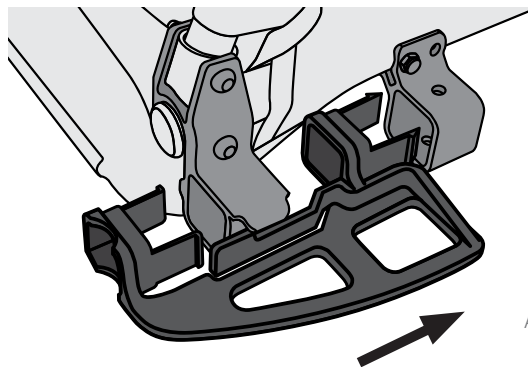

Abbildung 7
1. Die Radabdeckungen gemäß der Abbildung anbringen (Abbildung 7).